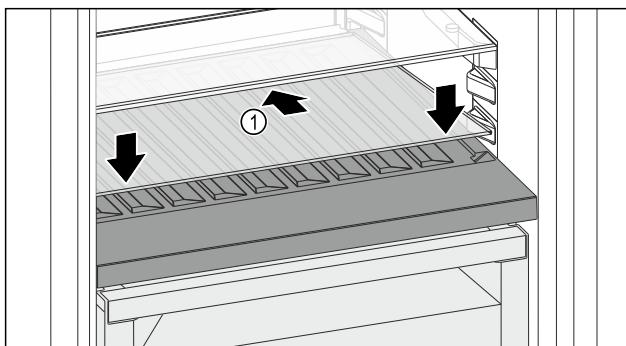

Fig. 118
- Nasadte sklenú dosku Fig. 118 (1) šikmo a naklonenú smerom dozadu nadol.
- Spusťte sklenú dosku Fig. 118 (1) vpred.